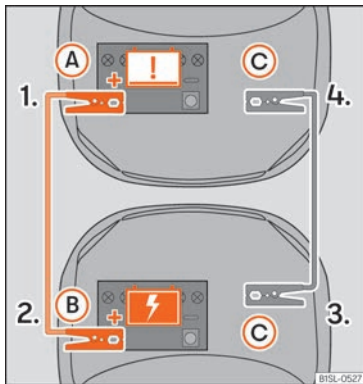

Abb. 41 Anschlussplan.
Starthilfekabel nur in folgender Reihenfolge anklemmen »» Abb. 41 1. > 2. > 3. > 4.
- Klemmen Sie ein Ende des roten Starthilfekabels an den Pluspol + des Fahrzeugs mit der entladenen Fahrzeugbatterie (A) »» Abb. 41.
- Klemmen Sie das andere Ende des roten Starthilfekabels an den Pluspol + des Strom gebenden Fahrzeugs (B).
- Klemmen Sie ein Ende des schwarzen Starthilfekabels (C) an einen geeigneten Masseanschluss, an ein massives, fest mit dem Antrieb verschraubtes Metallteil oder an den Antrieb des Strom gebenden Fahrzeugs selbst.
- Klemmen Sie das andere Ende des schwarzen Starthilfekabels (C) im Fahrzeug mit der entladenen Batterie an ein mit dem Motorblock verschraubtes, massives Metallteil oder an den Motorblock selbst, aber so weit wie möglich von der Batterie (A) entfernt an. Schwarzes Starthilfekabel nicht am Minuspol – der 12-Volt-Fahrzeuggatterie anklemmen. Ansonsten könnte es zu einer falschen Bewertung des Batteriezustandes in der Fahrzeugelektronik kommen.